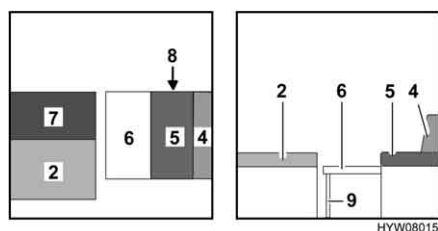

Fig. 112 Durante la trasformazione
- Posizionare il cuscino aggiuntivo (Fig. 112,7) sul tavolo.
- Sbloccare (Fig. 112,8) la prolunga del cassone letto (Fig. 112,6) ed estrarla fino all'arresto.
- Tirare leggermente verso l'esterno il piede di sostegno (Fig. 112,9) sulla prolunga del cassone letto e aprirlo.